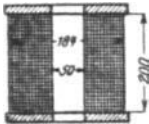

Abb. 2.
23. Eine Spule (Abb. 2) hat einen inneren Durchmesser von 50 mm, einen äußeren von 184 mm. Sie ist mit einem 2 [1,5] mm dicken Kupferdraht (ohne Isolation gemessen) bewickelt, dessen Widerstand 4,41 [15,8] Ω beträgt. Gesucht wird: